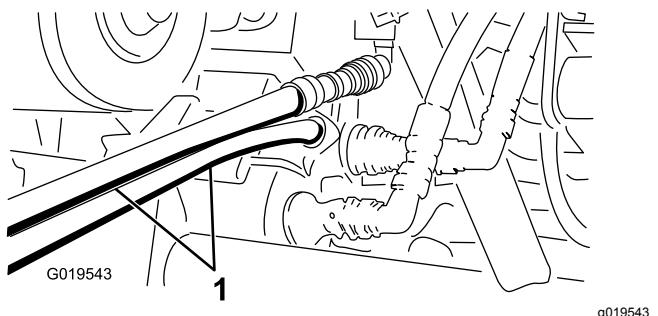

Figura 85
- En la otra máquina, conecte las dos mangueras al acoplamiento que permanece todavía en el soporte de acoplamiento (conecte la manguera superior al acoplamiento superior y la manguera inferior al acoplamiento inferior) (Figura 85).